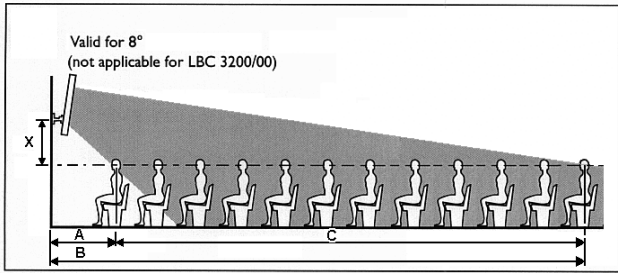

Figura 1: vista lateral da difusão da coluna linear de altifalantes e do plano de audição
1. Determine as dimensões da 'área de audição' desejada (num plano horizontal ao nível dos ouvidos dos ouvintes – consulte a linha tracejada na figura 1).
3. Consulte o diagrama 1 e faça uma linha para cima a partir da distância máxima no eixo horizontal. A partir da intersecção vertical com a linha diagonal B, desloque-se na horizontal até ao eixo vertical. O valor X (altura do suporte de fixação da coluna linear de altifalantes acima do plano de audição, 'X' na figura 1) está neste eixo. As intersecções horizontais com outras linhas diagonais dão informações sobre as dimensões da área de audição. Estes números estão relacionados com as figuras 2 e 3 (ver também o exemplo em baixo).